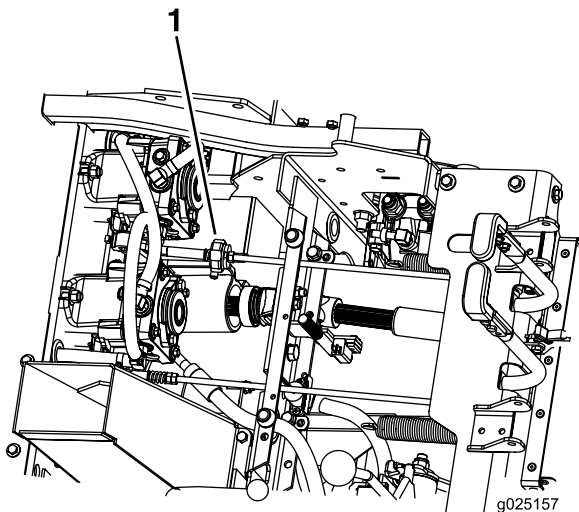

Figura 52
7. Verificați și asigurați-vă că maina nu se deplasează ușor în poziția neutră cu frâna de parcare decuplată (Figura 52).